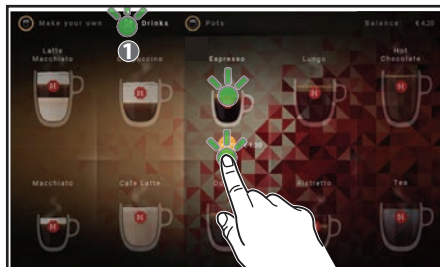

Fig. 4.8 - "Drikkevarer"
1. Tryk på øverste midterste ikon "Drikkevarer" **(1)** på berøringsskærmen, når dispenseren er i leveringstilstand (fig. 4.8)